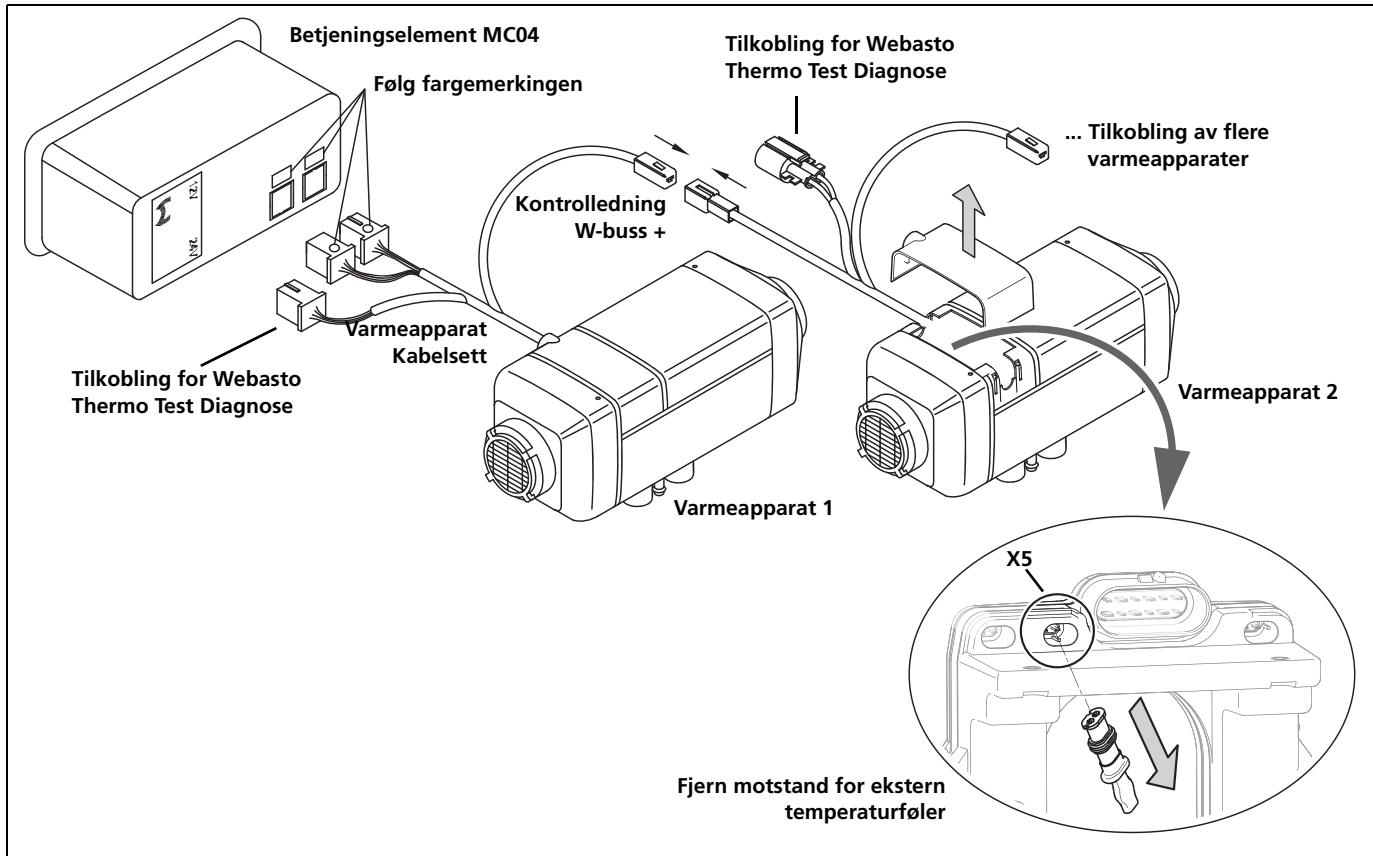

Fig. 33 Tilkoblingsskjema Air Top Evo 3900 / 5500 som system (tilkobling av kombiur 1531 og temperaturvelger er også mulig)
2. For alle slavevarmeapparater må motstanden R1 (Fig. 33) fjernes